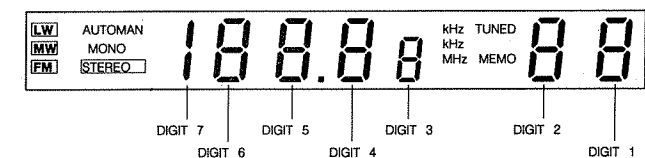

Fig. 4
All segments except decimal point (DP) go on (see Fig. 4)
Dopo che il programma di prova è stato azionato, a destra del display appare dopo per due secondi il display in versione software ('digit' 1' Fig. 4). Dopo un secondo la visualizzazione sparisce nuovamente ed ha automaticamente inizio la prova Ram.
Anche questa prova viene eseguita automaticamente. Se la prova procede senza intralci, si vedrà apparire il numero 1 ('digit' 1' Fig. 4) a destra del display, se invece ci sono problemi tecnici, si vedrà apparire, sempre a destra del display (anche se la prova Ram ha avuto esiti negative).
Se ogni operazione è stata eseguita secondo la tabella n° 1, i dati del display resteranno visibili (si v. a proposito Fig. 4), finché la prova non verrà conclusa schiacciando per un secondo il tasto tuning up. L'apparecchio, automaticamente, si ritrova in posizione stand-by.